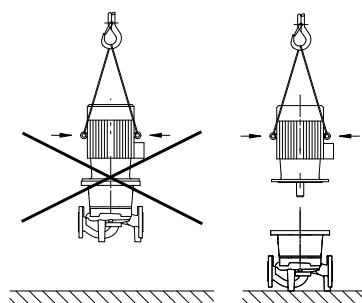

Fig. 2 : Transport du moteur
- Les œillets de transport du moteur sont exclusivement dédiés au transport du moteur et non de la pompe complète (fig. 2).